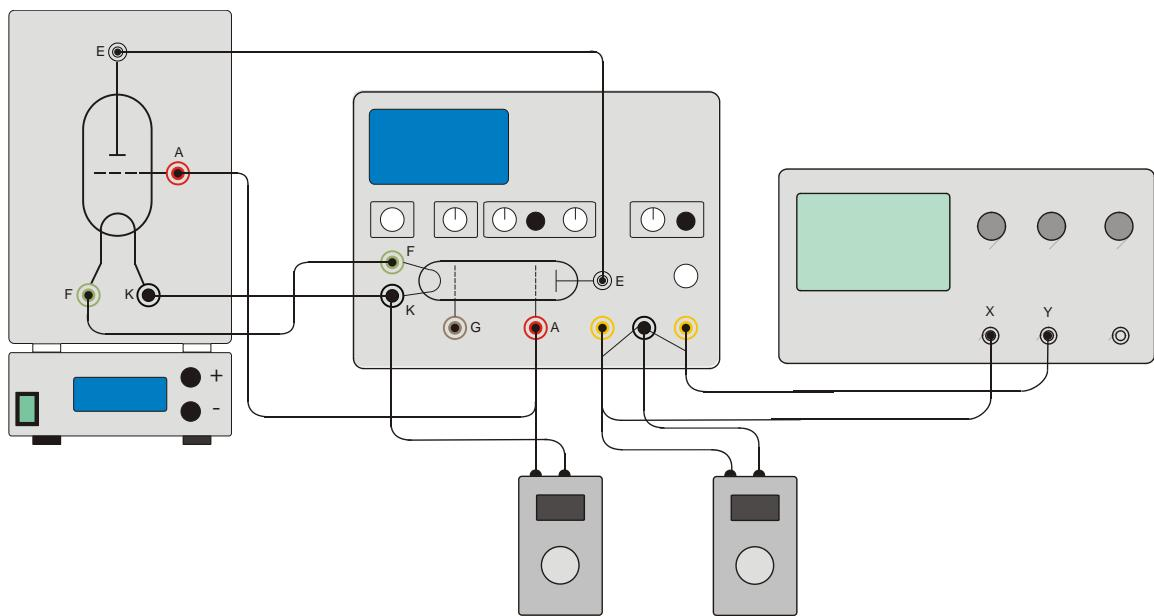

Fig. 3 Montagem da experiência com o tubo de Franck-Hertz com 2 voltímetros digitais
- Conectar o voltímetro digital (U_X) e a tomada de massa (vide fig. 3).